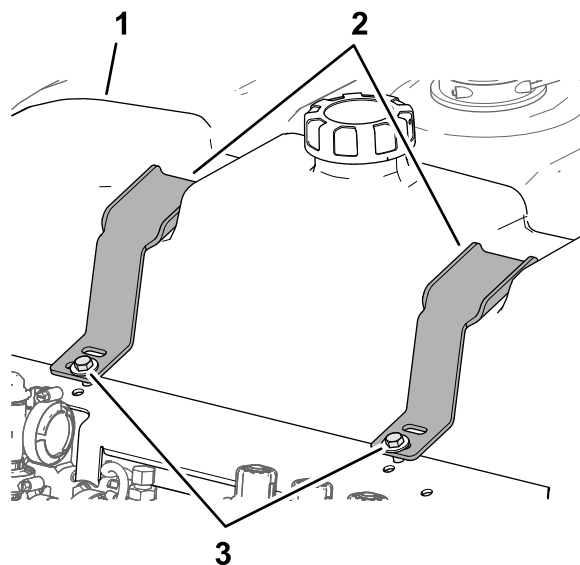

图42
1. 向冲洗水箱添加清水图42。
2. 检查压紧装置与冲洗水箱之间的间隙图42。
3. 如果发现压紧装置与冲洗水箱之间有任何间隙请拧紧螺栓和锁紧螺母直到压紧装置紧贴在冲洗水箱上图42。